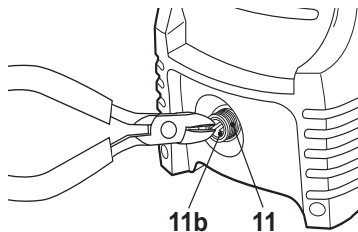

Рис. 21
- > Отсоедините штуцер (12) от подвода воды (11).
- > Используйте плоскогубцы, чтобы отсоединить фильтр (11b) от подвода воды (Рис. 21).